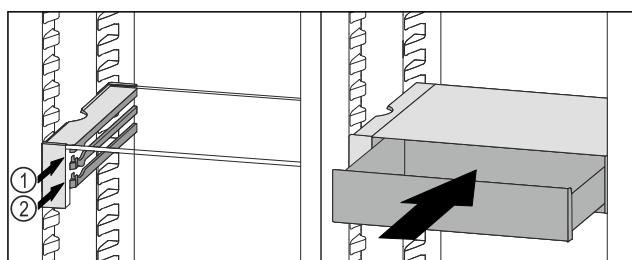

Fig. 96
- Zásuvku VarioSafe nasadte za zarážkami na požadovanom rebre Fig. 96 (1) alebo Fig. 96 (2).